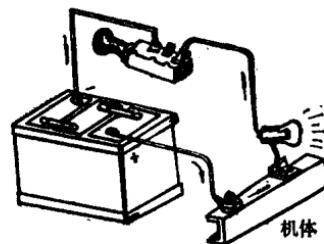

图 1-2 单线制
1. 单线制就是将用电设备的一端引一导线与电源的一个极相接，而另一端与机体相接，通过机体与电源另一极相连，如图 1-2 所示。采用单线制的好处是节省导线、减少线路故障、简化电气设备的结构。